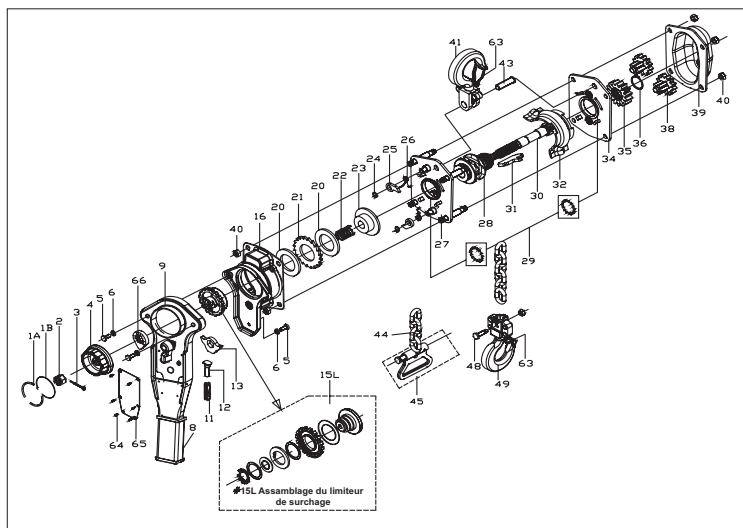

fig.8A
11. Se reporter à la fig.8A & 8B, vue éclatée du produit pour une partie d'informations.
4. Au cours de l'assemblée de la côté du frein, ce qui concerne la partie de l'ordre indiqué dans la vue éclatée (Voir fig.8A & 8B).